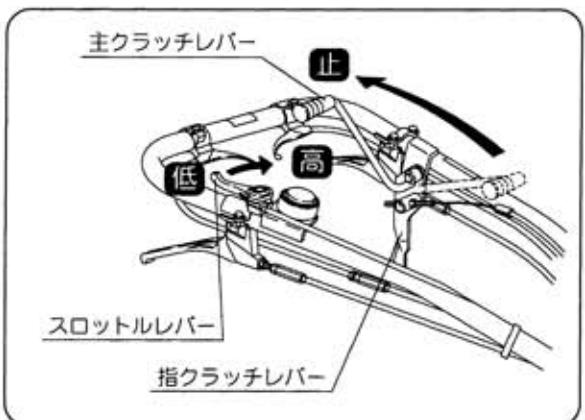

図20
- ② 低速から高速に切換操作は主クラッチを一旦切ってからおこなってください。（図20）
- ③ 高速の「前進」の切換操作は主クラッチを一旦切ってからおこなってください。（図20）